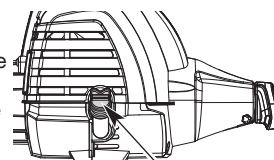

Fig. 35
4. Retire el tapón de relleno de aceite (Fig. 35).